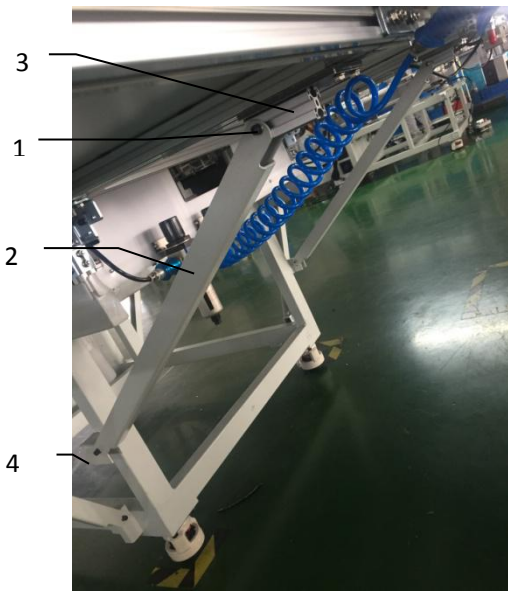

图 63
7、装好前台板，如图 63 用螺钉 1 螺母把铝材连接板 2 固定在铝型材 3 上锁紧，在用用螺钉 1 螺母把铝材连接板固定在机架 4 上锁紧。各块台板的上平面调整到平齐。